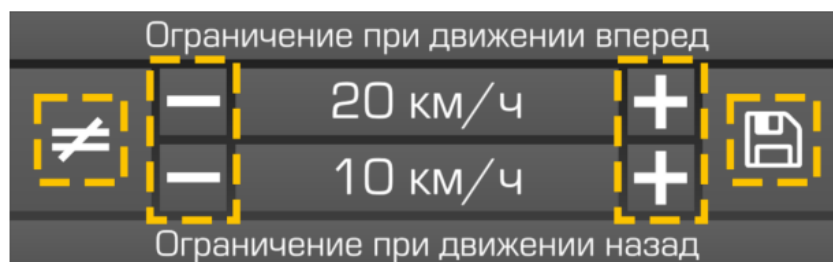

Рисунок 3.76. Настройка ограничения скорости движения
- ▶ При помощи кнопок «+» и «-» установите максимальную скорость для движения вперед и назад, см. рис. 3.76.